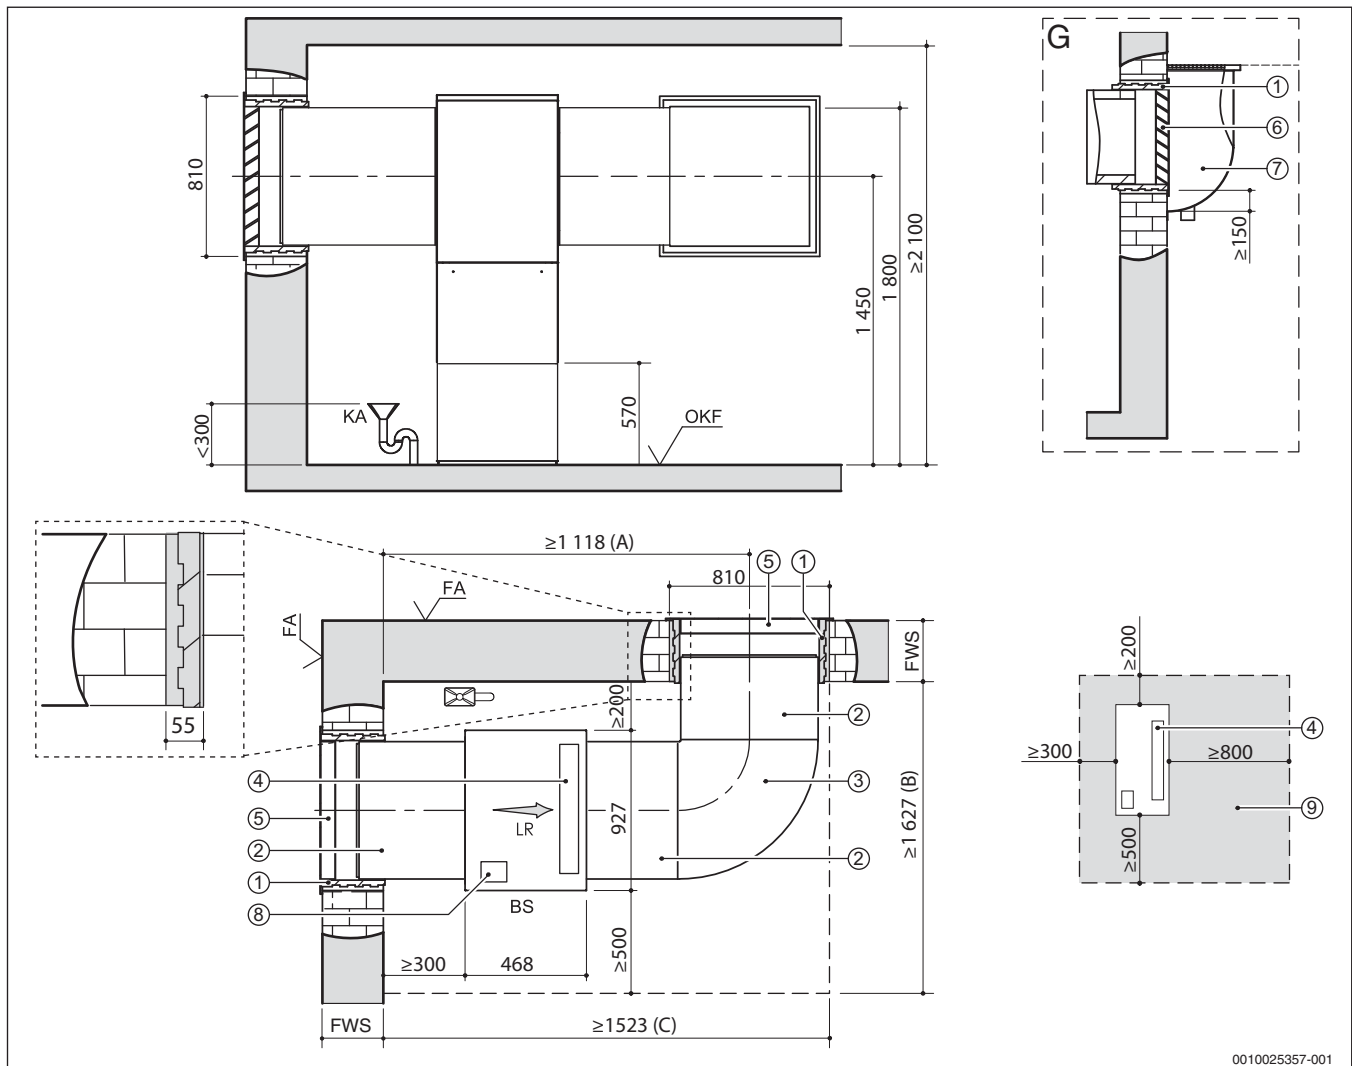
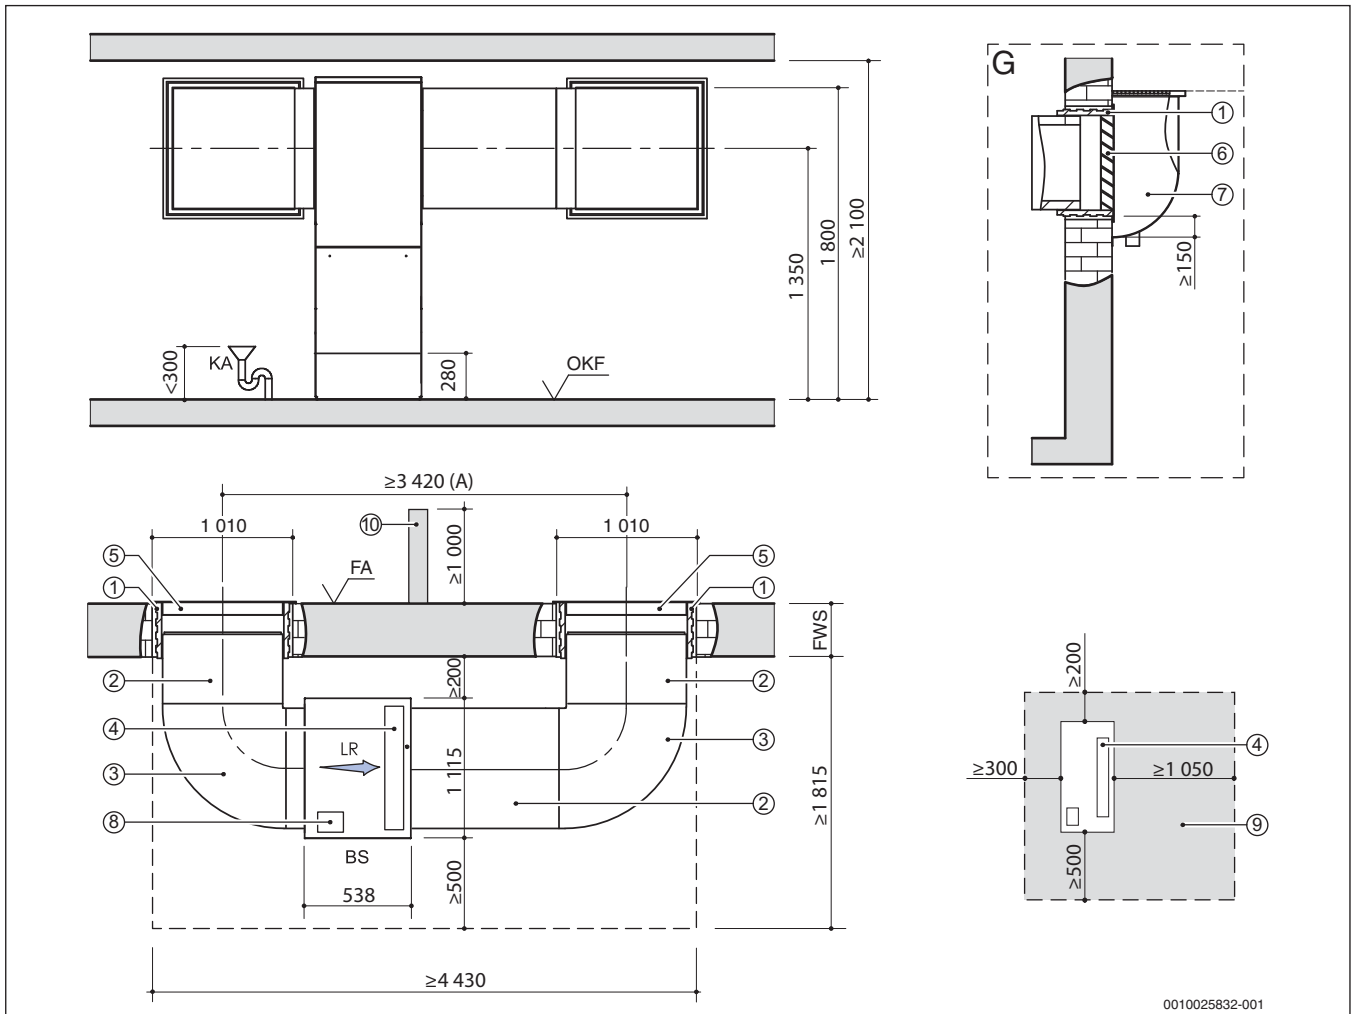

Bild 14 Aufstellplan (beispielhaft) für WLW196i-6/8 IR mit Luftkanalsystem 700 (alle Maße in mm)
Bild 15 Aufstellplan (beispielhaft) für WLW196i-11/14 IR mit Luftkanalsystem 900 (alle Maße in mm)
- Im Aufstellraum muss ein Kondensatablauf vorhanden sein. Die Höhe des Anschlusses ist in den Aufstellplänen eingetragen (→ Bild 14, Seite 8 und Bild 15, Seite 9).
- Kann aus baulichen Gründen die Luftführung nur an einer Gebäudeseite erfolgen, muss ein Luftkurzschluss verhindert werden. Dies kann über eine Trennwand (→ Bild 15 [10], Seite 9) oder durch einen ausreichenden Abstand zwischen den beiden Öffnungen erreicht werden.
- 1450 mm für Wärmepumpen mit 6/8 kW (→ Bild 14, Seite 8)
- 1350 mm für Wärmepumpen mit 11/14 kW (→ Bild 15, Seite 9)
Legende für Bild 14 + Bild 15: